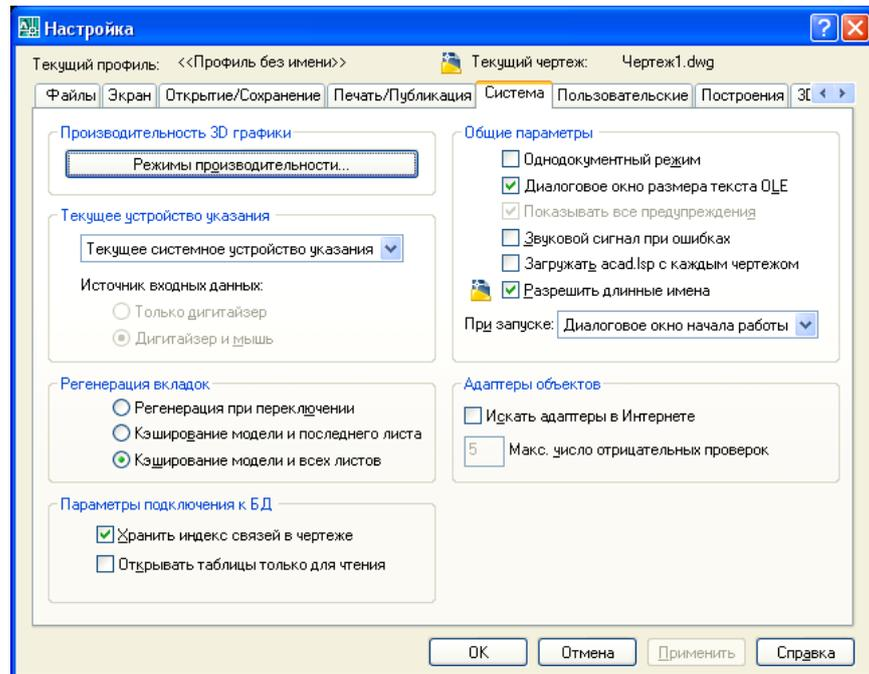

Рис.1.4. Диалоговое окно **Настройка** для вывода диалогового окна **Начало работы**
- ◆ **Без начального окна (Рис.1.4).**